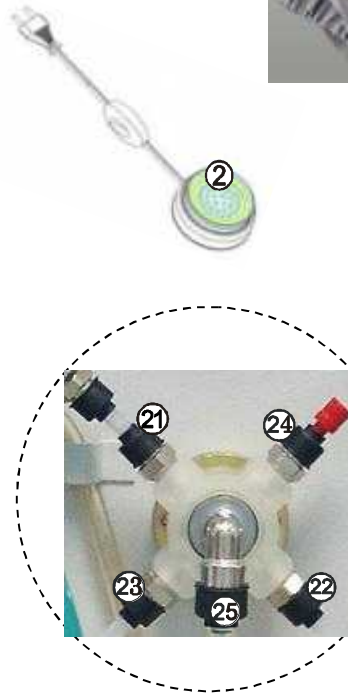
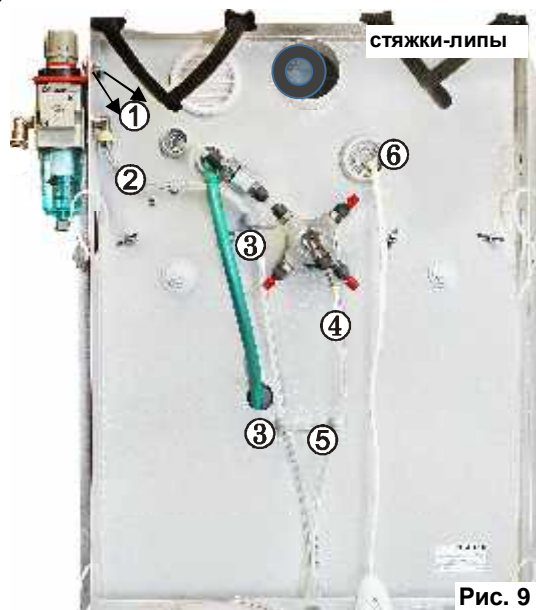

Рис.2 1.2 МЕГА, вид сзади
Рис. 9
5.3 Установить модуль подготовки воздуха (рис.2,3,9), для чего:
- установить кронштейн (поз.1 рис.9) модуля снаружи на корпус **АСОЗ** и закрепить винтами с гайками;
- руководствуясь маркировкой на пневмотрубке (поз.2 рис.9) педали и штуцере **МПВ** (полоска цветного скотча), пропустить соответствующий конец пневмотрубки от пневмопедали в отверстие в заднем отгибе корпуса (рис.9), далее через скобу (поз.3 на боковой стенке и соединить со штуцером (17 рис.2,3) **МПВ**;
- вторую пневмотрубку (поз.4 рис.9) от пневмопедали пропустить через второе отверстие в заднем отгибе корпуса (рис.9) и подсоединить к штуцеру (25, рис.2,9) пневмораспределителя **АСОЗ**.
5.4 Подключить, если требуется, сопло обдувочное СО 1.0 или пневмодолото ПД 1.0 М к тройнику **МПВ**. При необходимости, завести шланг СО/ПД через заглушку технического отверстия (9, рис.2,3) в камеру **АСОЗ**, сделав в заглушке необходимое отверстие.
5.5 Подключить трубку подвода воздуха от внешнего источника к штуцеру (16), рис. 2 (см. **Меры безопасности**, Приложение «**Эксплуатация быстроразъемного соединения**»).
5.6 Вывести вилку сетевого шнура наружу корпуса через отверстие (6 рис.9), затем зафиксировать в нем заглушку. Светильник (2) закрепить магнитом на своде корпуса. Подключить вилку светильника к розетке ~220/230В 50/60Гц (см. **Меры безопасности**). Включение освещения **АСОЗ**
5.8 Подключить шланг внешней **вытяжки** к втулке (6, рис.2) на задней стенке **АСОЗ**.
Фитинг **А** подключается к выходу пневмораспределителя (21, рис. 2);